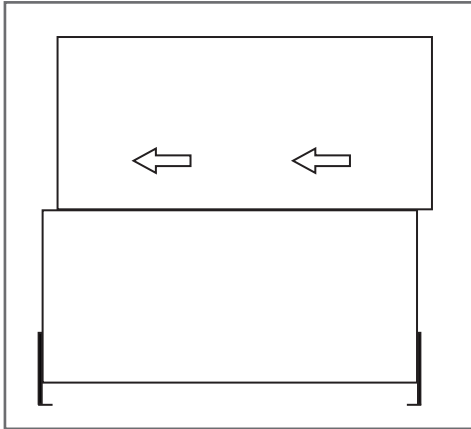
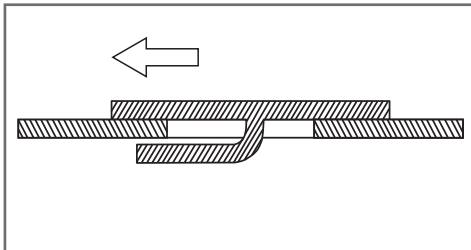

Abbildung 1
Abbildung 2
- Zum Transport der Heizplatten benutzen Sie bitte die beigefügten seitlichen Verbinder. Diese werden, wie in dem unteren Bild der Abbildung 1 angedeutet, in die Aussparungen der oberen Kante der Platte eingeführt. Beim Transport ist ein leichter zur Seite gerichteter Druck auf die Verbinder auszuüben, um die Heizplatte anzuheben und zu tragen. Sollte die Aufstellung über Treppen oder geneigten Bodenflächen geschehen, die Heizplatte zu zwei Personen tragen, um ein eventuelles Herausrutschen der Verbinder zu verhindern. Vorsicht Unfallgefahr!
2. Schieben Sie die obere Platte seitlich auf die untere Platte in die dafür vorgesehen Aussparungen (siehe Abbildung 1 und Abbildung 2).